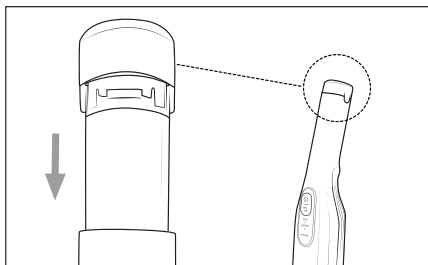

Abb. 3
- 3) Schieben Sie den Akku **1** in das Gerät, bis er fest im Gerät sitzt. (siehe Abb. 3).